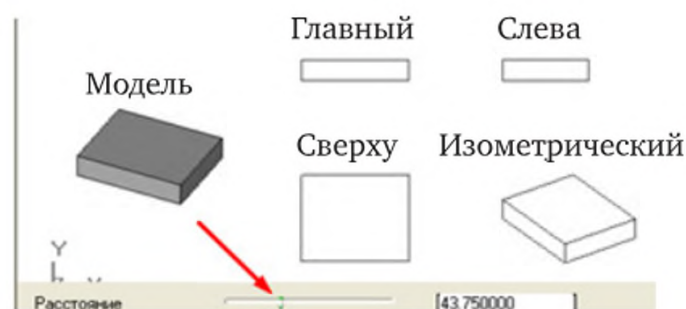

Рис. 5.5
4. Указать курсором, где на рабочей плоскости будут располагаться построенные виды. В нижней части экрана появится строка ввода параметров (рис. 5.5).